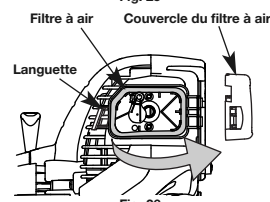

Fig. 26
1. Ouvrez le couvercle du filtre à air. Enfoncez la languette à gauche du couvercle, tirez celui-ci vers vous puis vers la droite (Fig. 26).
2. Retirez le filtre à air (Fig. 26).